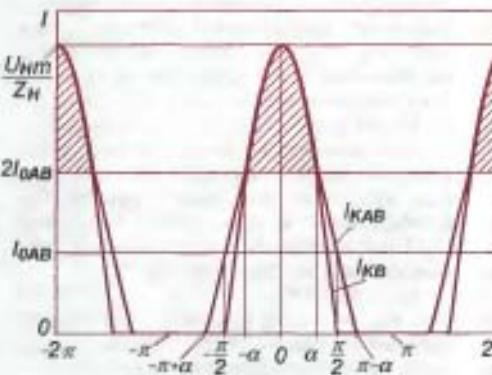

Рис. 9
Несколько сложнее дело обстоит при работе каскада в промежуточном режиме класса АВ. Потребляемый им ток в этом случае не определяется простым суммированием выходного тока и тока покоя, как это указано в некоторых источниках. Правильное соотношение токов для такого режима можно найти, обратившись к рис. 9, где показана форма коллекторного тока одного из выходных транзисторов в режиме АВ ( $I_{\text{ср},\text{ср}}$ ) и для наглядности в режиме В ( $I_{\text{ср},\text{ср}}$ ).
На интервалах  $-π + \alpha \dots -\alpha$  и  $\alpha \dots π - \alpha$  в режиме АВ оба плеча каскада находятся в линейной области, и изменения тока нагрузки делятся поровну между ними. В момент фазы  $-\alpha$  нижнее плечо выключается и до момента  $\alpha$  на нагрузку работает только верхнее. На этом интервале мгновенное значение тока  $I_{\text{ср},\text{ср}}$  повторяет ток нагрузки. Из рис. 9 видно, что средний ток  $I_{\text{ср},\text{ср}}$  в этом режиме можно определить как сумму двух составляющих, одна из которых равна току покоя  $I_{\text{ср}}$ , а другая — определяется площадью заштрихованной области, расположенной выше тока  $2I_{\text{ср}}$  на интервале  $-\alpha \dots \alpha$ :
Разложение в ряд Фурье импульсов тока  $I_k$  и  $I_{\text{пп}}$ , изображенных на рис. 9, показывает, что амплитуда первой гармоники пульсаций тока  $I_k$  при работе выходного каскада в классах В и АВ тоже равна половине амплитуды синусоидального тока нагрузки, следовательно, выражение (16) справедливо и для этих режимов.